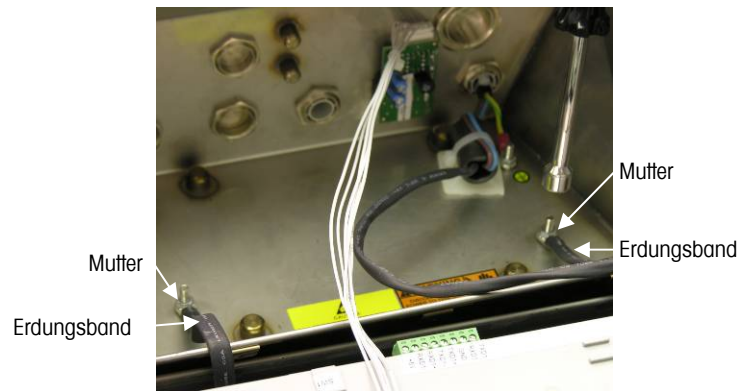

Abb. 2-8: Lösen der Erdungsbänder
- B. Die beiden Muttern, mit denen die beiden Erdungsbänder (die auch als Scharniere für die vordere Abdeckung dienen) am hinteren Gehäuse befestigt sind, lösen und abnehmen. Siehe Abb. 2-8.